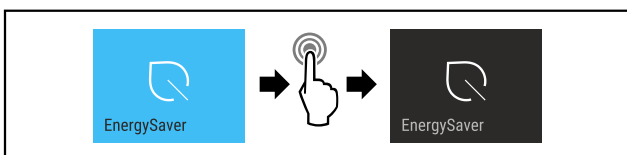

Fig. 15
- ▶ Изпълнете стъпките (виж Fig. 15) .